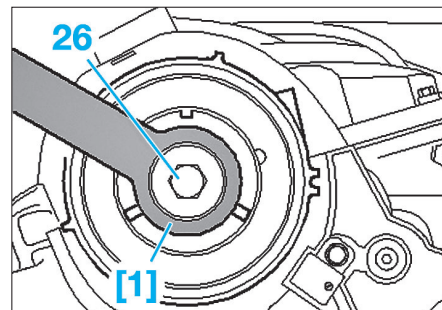

FIG. 156
- [1]. Contre appui ref. T10051 (Fig.156).
- Maintenir le moyeu avec le contre-appui [1] et desserrer la vis de fixation (26) du moyeu (Fig.156).